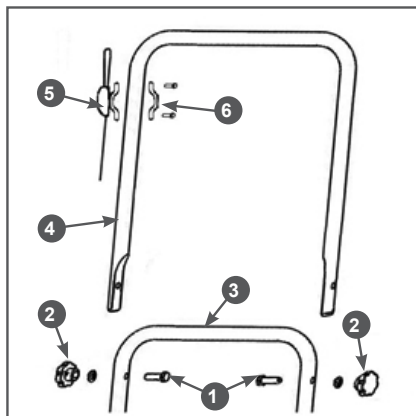

Рис. 5В Установка рабочей рукоятки
5. Установите на рабочую рукоятку рычаг 5 газа с тросом и закрепите его с помощью скобы 6 крепления и крепежа (Рис. 5В).